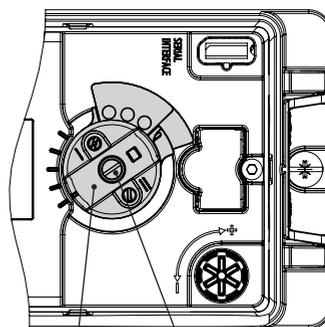

Fig. 5-5: Bloqueo del eje
- No utilizar el tornillo de bloqueo para girar el selector. Girar el selector solo con la mano (ver Fig. 5-5).
5. Controlar la posición del pin transmisor (2) en la palanca M (1). Tener en cuenta la posición del pin indicada en las tablas de carreras y si es necesario cambiar el pin de posición (ver cap. 5.4).
6. Colocar la junta de cierre (15) en la ranura de la carcasa del posicionador y la junta (10.1) en la parte posterior de la carcasa.
7. Colocar el posicionador en la placa intermedia (10) de forma que el pin transmisor (2) se apoye encima del dispositivo de arrastre (3). Para ello ajustar la palanca (1) y con la tapa del posicionador abierta, mantenerlo fijo por el bloqueo del eje (ver Fig. 5-5). La palanca (1) tiene que apoyar en el dispositivo de arrastre por acción del resorte. Atornillar el posicionador mediante los tornillos a la placa intermedia (10).
8. Montar la tapa (11) en el otro lado. Al hacerlo prestar atención para que una vez instalada la válvula, el tapón de desaireación apunte hacia abajo, para asegurar la evacuación de posibles condensados.
ta, mantenerlo fijo por el bloqueo del eje (ver Fig. 5-5). La palanca (1) tiene que apoyar en el dispositivo de arrastre por acción del resorte.